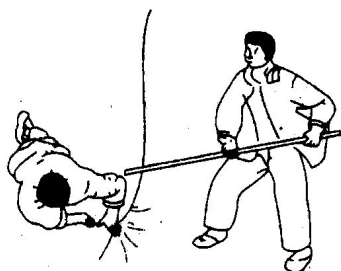

图 1-1-3 挑
③ 挑。对于由导线绝缘损坏造成的触电,急救人员可用绝缘工具、干燥的木棒等将电线挑开,如图 1-1-3 所示。